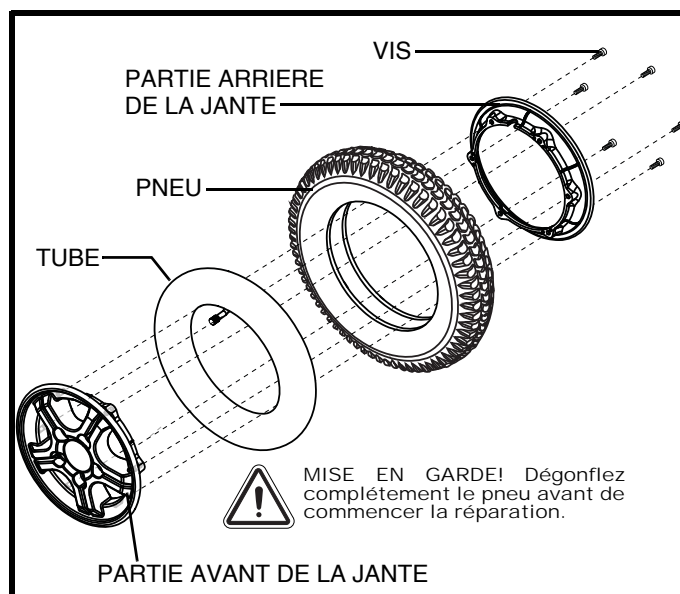

Figure 22. Roue motrice démontée
6. Retirez les écrous et rondelles afin de séparer les moitiés de jante. **Voir la figure 22.**
7. Enlevez l'ancien tube des pneus gonflables et remplacez-les par un nouveau tube ou changez le pneu solide en entier. **Voir la figure 22.**